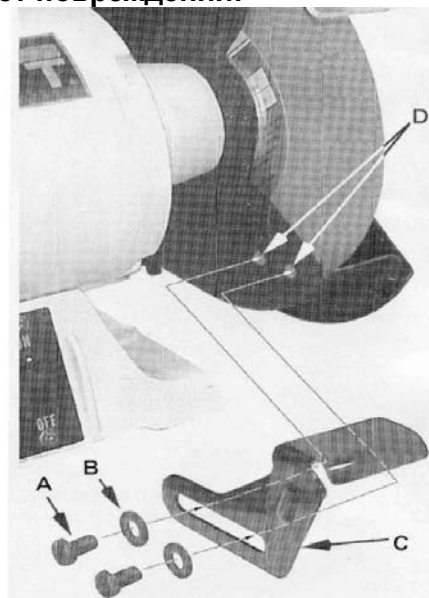

Рис.1
См. Рис.1:
1. Выньте подручники из верхней части пенополивинилхлоридового упаковочного слоя. Имеется правый и левый подручники. Смотрите на Рис. 1, чтобы убедиться в том, что вы устанавливаете их правильно.
2. Используя болты (A) и шайбы (B) из пластикового пакета, зафиксируйте подручники, накрутив два болта (A) через две плоские шайбы (B) и кронштейн подручника (C) на корпус круга (D), как показано на Рисунке 1. Подручники должны быть отрегулированы так, чтобы между ними и шлифовальным кругом или другими используемыми аксессуарами было расстояние в пределах 1/16". По мере снашивания круга, подручник необходимо регулировать, чтобы сохранить зазор в размере 1/16".